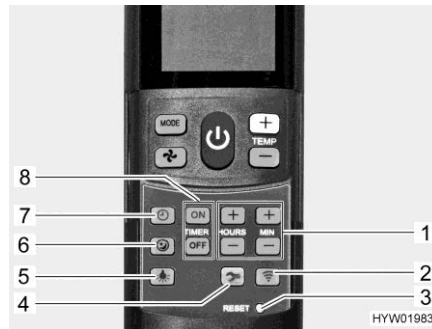

Fig. 237 Telecomando con tasti di impostazione (impianto di climatizzazione)
- Premere il tasto funzionamento silenzioso (Fig. 237,6). Durante il raffreddamento la ventola funzionerà ad un numero di giri inferiore, pertanto risulterà meno rumorosa.
- Premere il tasto ora (Fig. 237,7).
- Impostare le ore e i minuti con i tasti (Fig. 237,1).
- Premere il tasto "ON" (Fig. 237,8).
- Premere i tasti per l'impostazione degli orari (Fig. 237,1) fino a che non è stato raggiunto l'intervallo orario desiderato per l'accensione.
- Premere il tasto "OFF" (Fig. 237,8).
- Premere i tasti per l'impostazione degli orari (Fig. 237,1) fino a che non è stato raggiunto l'intervallo orario desiderato per lo spegnimento.
- Premere di nuovo il tasto "ON" o il tasto "OFF" (Fig. 237,8).
- Premere il tasto luce (Fig. 237,5). La luce viene accesa all'ultimo livello di regolazione impostato.
- Premere e tenere premuto il tasto luce (Fig. 237,5), finché non si raggiunge la luminosità desiderata.
- Premere il tasto luce (Fig. 237,5).
- ▷ Il tasto Setup (Fig. 237,4) permette di collegare il telecomando all'impianto di climatizzazione al momento della prima messa in funzione.